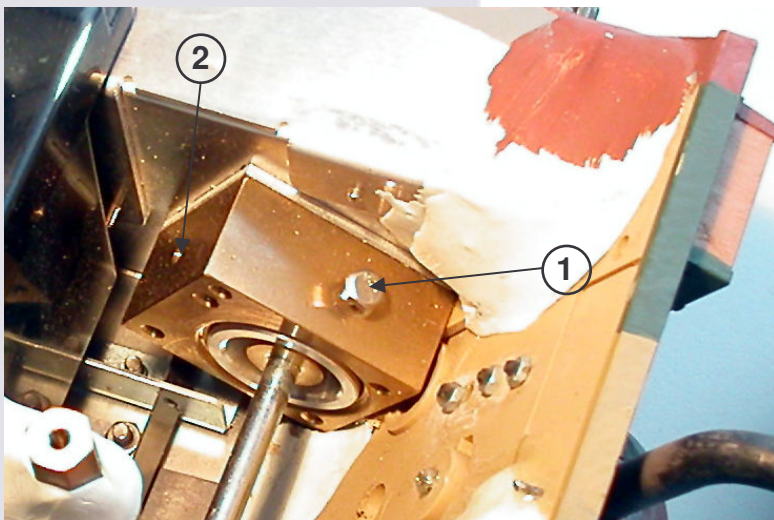

Bild 1: Einbau alternativer Kettenspanner
Das Bauteil ist so konzipiert, daß es auf beiden Seiten des Panzers eingesetzt werden kann. Wenn der Einbau, wie in Bild 1 dargestellt, erfolgt ist, kann die Kettenspannung zukünftig leicht und zuverlässig über die Schraube (1) fixiert werden. Schon eine halbe Umdrehung reicht aus, um die Spanntrommel zu lösen oder zu fixieren. Wenn gewünscht kann die Trommel an einer Stelle 1 bis 2mm angebohrt werden, um zuverlässig und reproduzierbar eine vorbestimmte Kettenspannung wider zu finden. Sollte eine besonders hohe Spannung gefahren werden, kann zusätzlich mit einer zweiten Schraube (2) gesichert werden (war bis jetzt noch nie nötig).